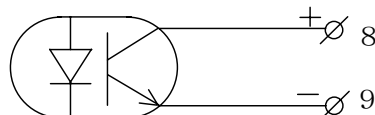

図 7
- ・同期パルス出力・・・8, 9 端子に、下段積算表示のカウンタと同期のパルスがNPN オープンコレクタ出力として出ています。出力回路は図7のとおりです。